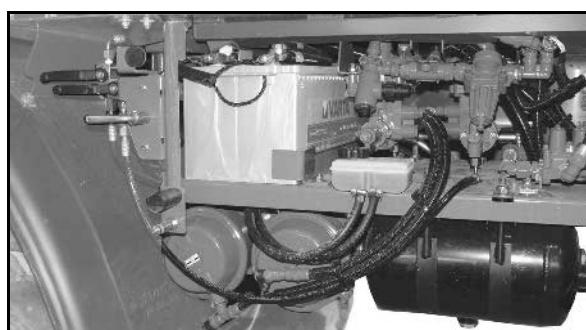

Рис. 167
1. Поставьте под резьбовую пробку (Рис. 167/1) поддон.